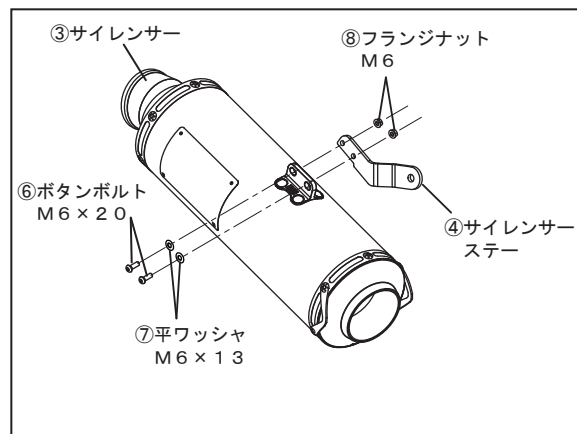

FIG. 6
8. ③サイレンサーに⑥ボタンボルトM6×20、⑦平ワッシャM6×13、⑧フランジナットM6を使用して④サイレンサーステーを仮締めして下さい。(FIG. 6 参照)